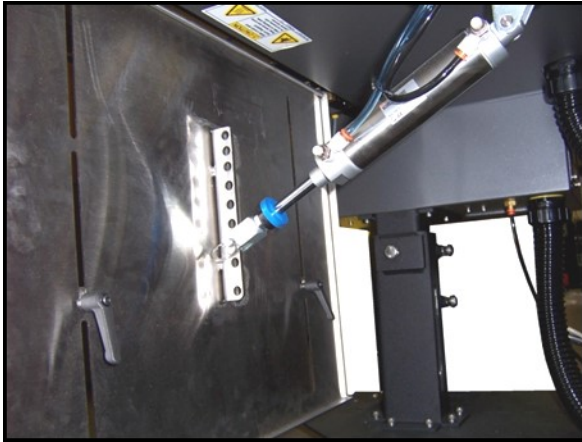

图 2-9A。装料板和装料架调整。
1. 将固定气缸的销钉移到装料板上。图 2-9A。
1. 松开装料板背面的两个装料架杆锁。图 2-9A。